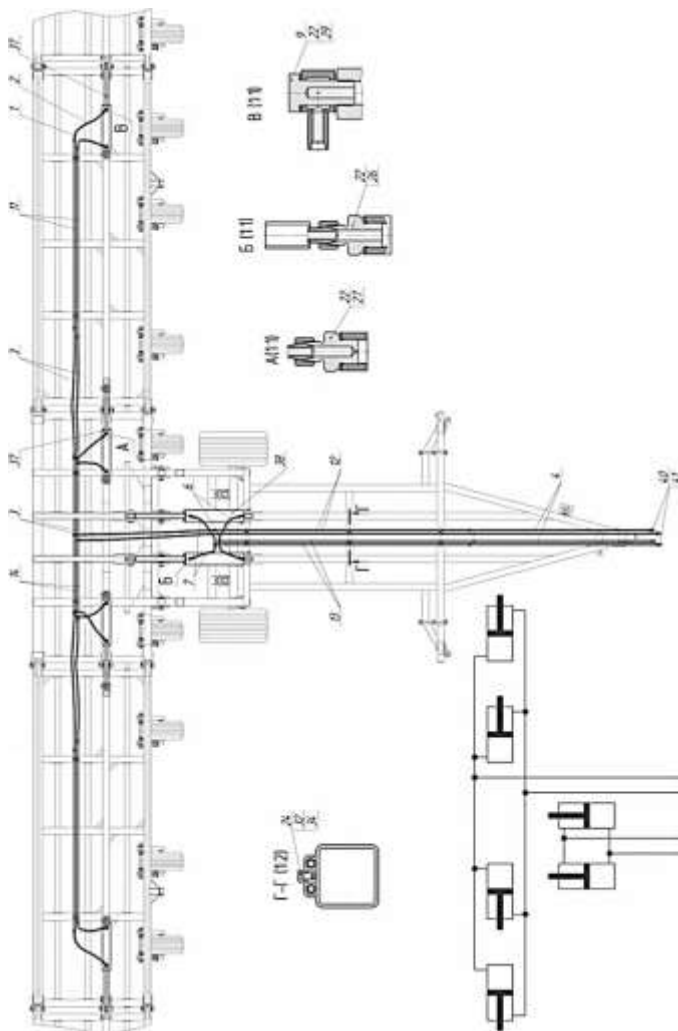

Рисунок 4 – Схема гидросистемы культиватора
3.5 Гидросистема предназначена для перевода культиватора из транспортного положения в рабочее и обратно, для разворотов культиватора в конце прохода. Состоит из металлических маслопроводов (рисунок 4), рукавов высокого давления (РВД), гидроцилиндров подъёма рабочего полотна 125х56х590 поз. 38, гидроцилиндров складывания крыльев и открылков 80х40х400 поз. 37. Расчетный объем гидросистемы: в рабочем положении – 27 литров; в транспортном положении – 22 литра.
4.1.6 Соединить гидромагистрали согласно схемы рис.4.